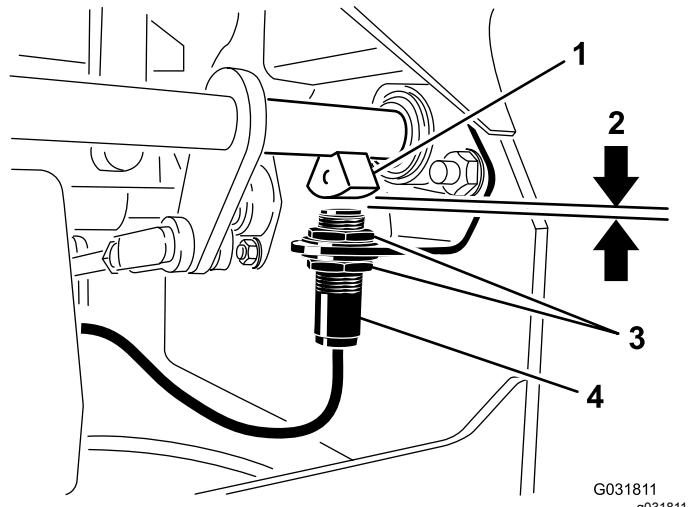

Figure 73
4. Montez ou descendez le contacteur sur le support jusqu'à ce que le capteur d'arbre de frein et le plongeur du contacteur soient distants de 4 mm (5/32 po), comme montré à la (Figure 73).